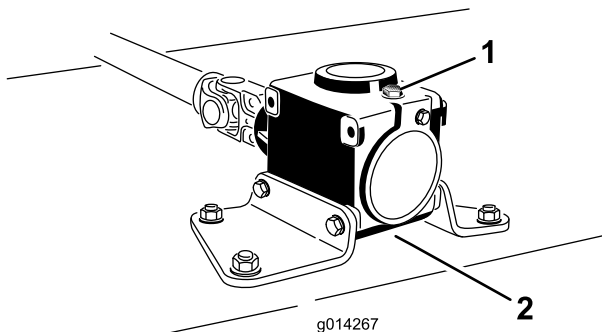

Bild 18
6. Nehmen Sie den Ölpeilstab bzw. die Ablassschraube oben am Getriebe ab (Bild 18) und stellen Sie sicher, dass der Schmiermittelstand zwischen den Marken am Peilstab liegt.
6. Nehmen Sie den Peilstab bzw. die Ablassschraube von der Oberseite des Getriebes ab (Bild 18).